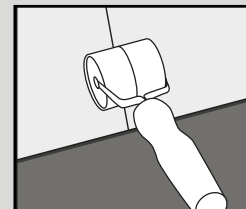
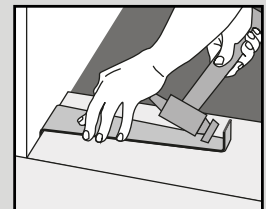

Fig. 4
Fig. 5
5. Fahren Sie mit der Verlegung der Dielen fort, bis die Reihe vollständig ist. Zur Unterstützung können Sie eine Handrolle verwenden (Abb. 4). Verwenden Sie im Bedarfsfall einen Gummihammer und ein Reststück des Produkts, um das Produkt sanft ineinander zu klopfen. Mit einem Zugeisen kann das Produkt entlang der Wände zusammengezogen werden (Abb. 5).